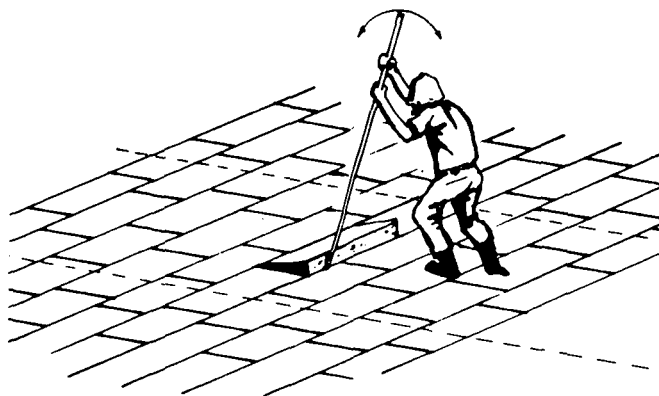

FIG 1
É uma operação que consiste em retirar os paralelepípedos ou lajotas para que se possa começar a cavar a vala (fig. 1).
2.º Passo - Mexa a alavanca (observe a seta na fig. 1)